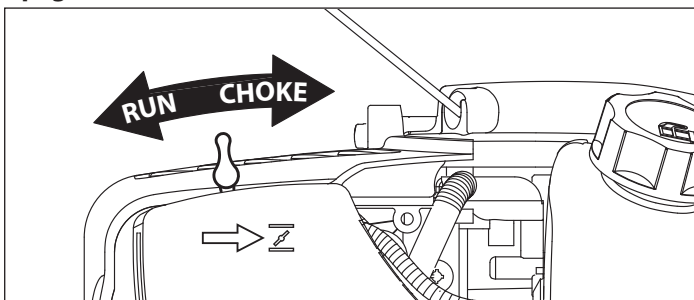

FIGURA 4
1. Mueva la palanca del estrangulador a la posición **ESTRANGULAR. CONSULTE LA FIGURA 4**
NOTA: El estrangulamiento medio se define cuando la palanca del estrangulador está entre las posiciones **ESTRANGULAR** y **ARRANCAR**. CONSULTE LA FIGURA 4
6. Mueva la palanca del estrangulador a la posición **ARRANCAR** y apriete el acelerador hasta la velocidad deseada. CONSULTE LA FIGURA 4